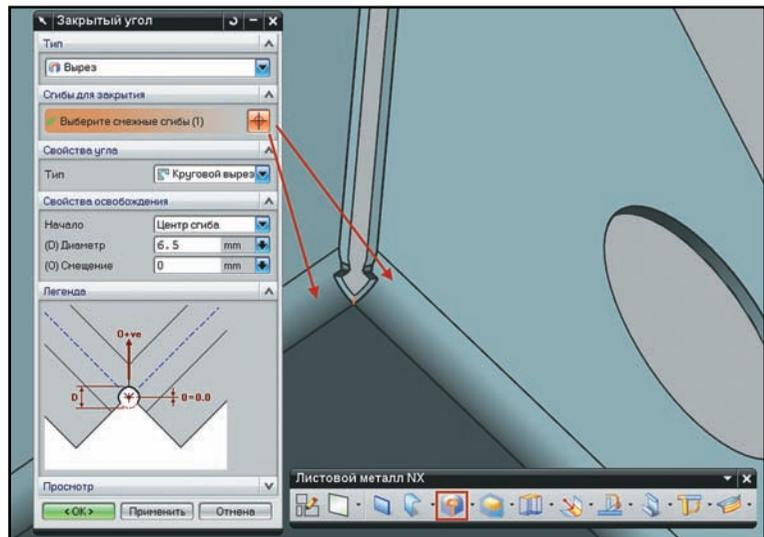

Рисунок 5.31. Модификация выреза на углах
- Нажмите **ОК** для завершения команды (рис. 5.31). В случае когда необходимо модифицировать угол стыка трех сгибов, необходимо воспользоваться командой **Угол с тремя сгибами (Three Bend Corner)**.